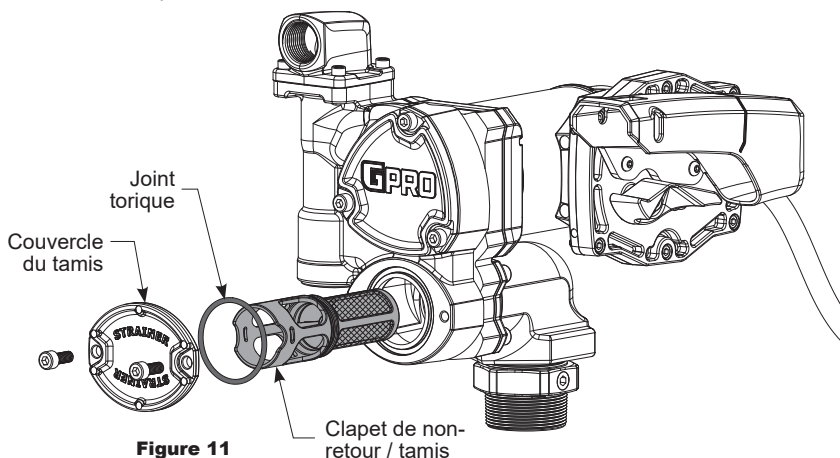

Figure 11
1. Arrêtez la pompe et débranchez-la de l'alimentation. À l'aide d'une clé hexagonale de 6mm, enlevez le couvercle du tamis, le joint torique et l'assemblage du clapet de non-retour / tamis et examiner pour des dommages ou des obstructions (voir figure 11). Nettoyez le tamis avec une brosse à poils doux et du solvant. Si le tamis est très sale, de l'air comprimé peut être utilisé. S'il est endommagé, remplacez l'assemblage du clapet de non-retour / tamis.